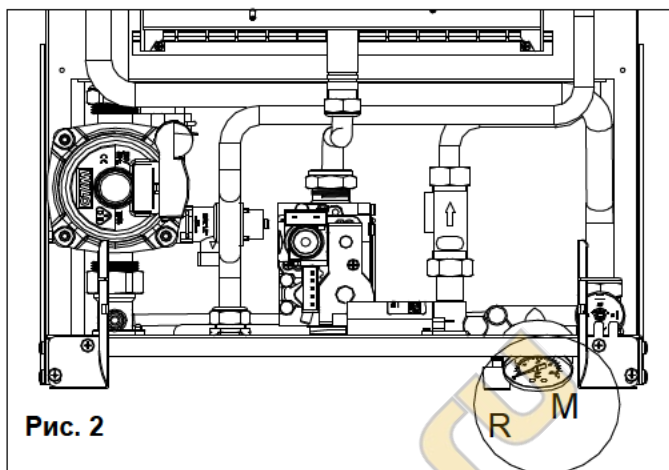
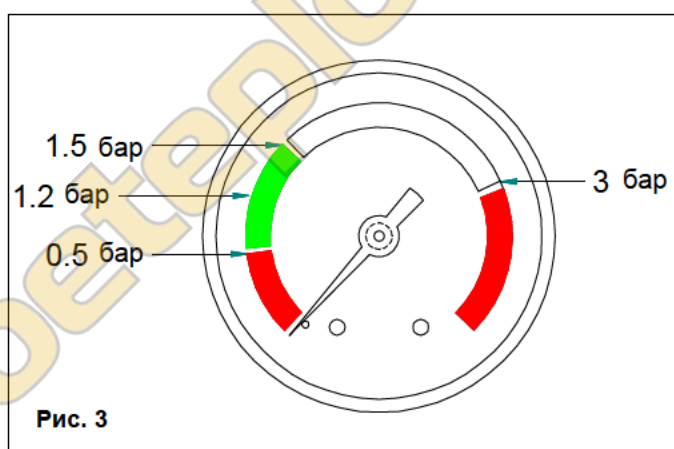

Рис. 2
Рис. 3
Давление воды в контуре отопления следует проверять в течение всего периода эксплуатации котла. В связи с этим показания на манометре **М** (рис. 2), расположенном в нижней части бойлера, не должны быть меньше 1 бар.
Для возобновления нормальной работы системы откройте внешний кран подпитки **Р** (рис. 2) и с помощью манометра **М** убедитесь в том, что давление системы достигает половины зеленого сектора (1,2 бар, см. рис. 3) и что на дисплее не горит код **H2O**.
- Проверьте давление теплоносителя в контуре отопления. Показания на манометре **М** (рис. 3), расположенном в нижней части бойлера, не должны быть меньше 1 бар.